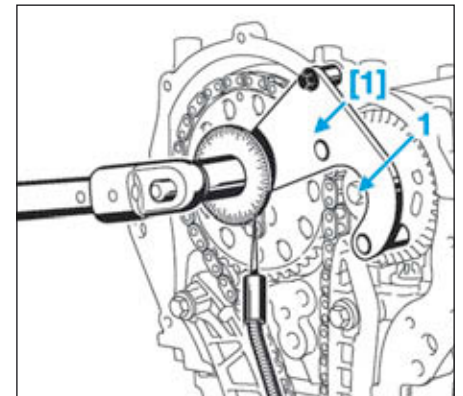

FIG.107
- Déposer, de chaque côté du véhicule, les déflecteurs d'air (1) et (2) (Fig.107).